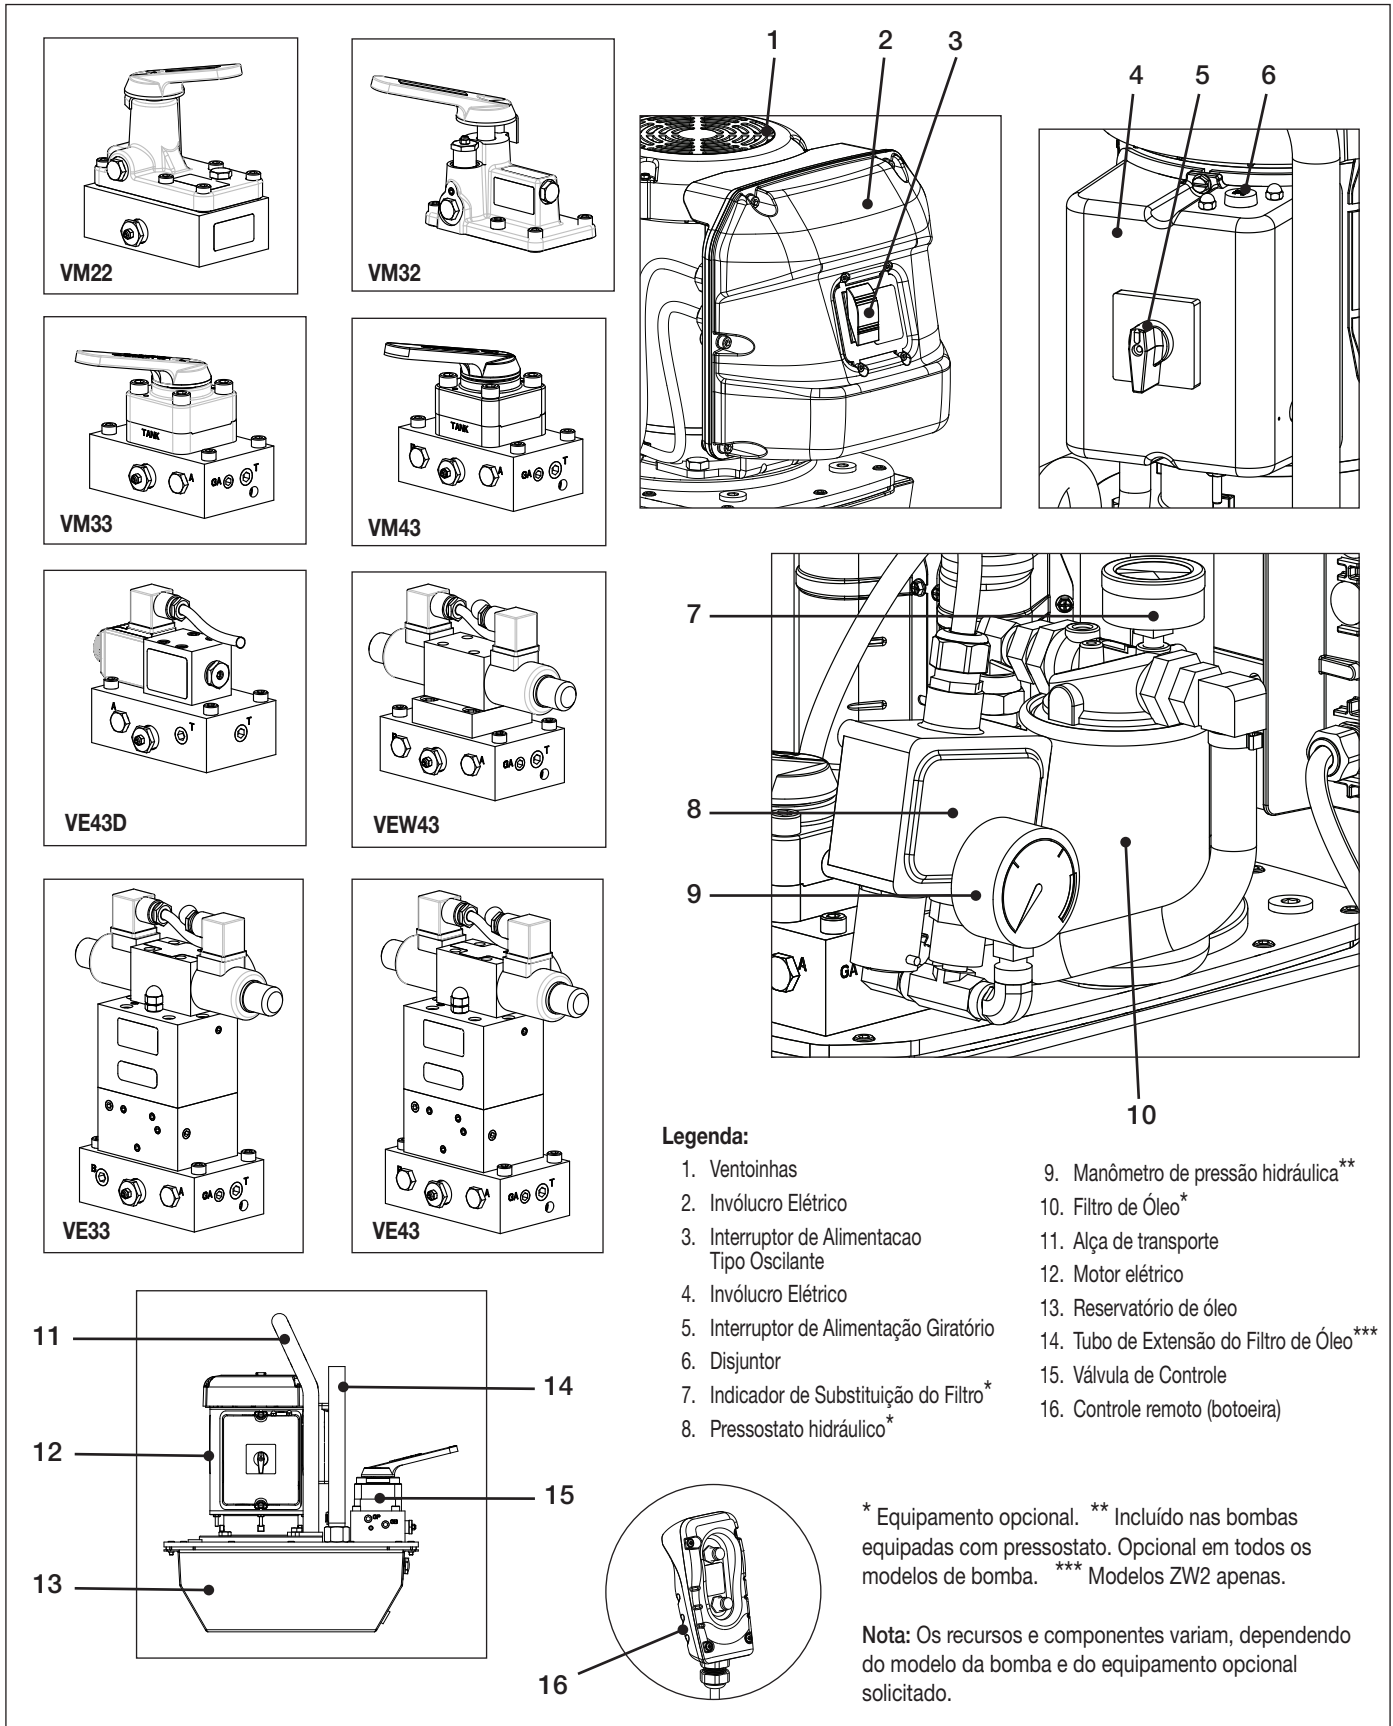
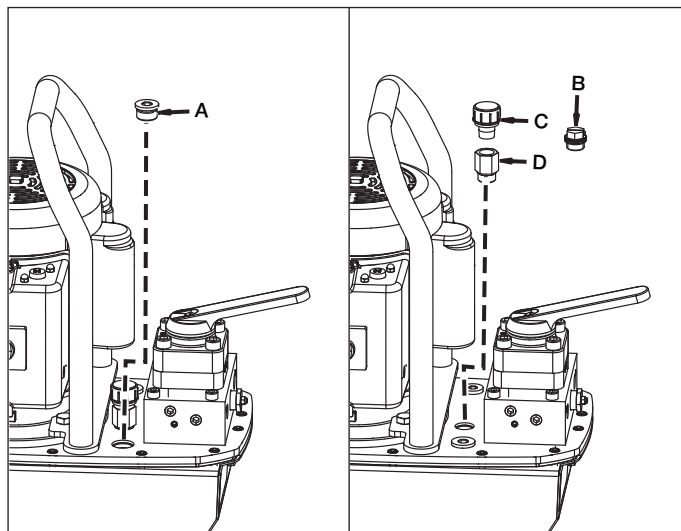

Figura 1: Bombas das Séries ZE2 e ZW2
Figura 3: Bujão de Enchimento de Óleo do Reservatório e Respiro de Ar
Se o nível de óleo estiver baixo, remova o bujão de abastecimento de óleo (A) da placa de cobertura da bomba e adicione óleo conforme necessário. Veja Figura 3. Observe que os modelos ZW2 incluem um tubo de extensão de enchimento de óleo que é mostrado na Figura 1.
Um bujão de transporte (B) está instalado na placa de cobertura da bomba. Veja Figura 3.